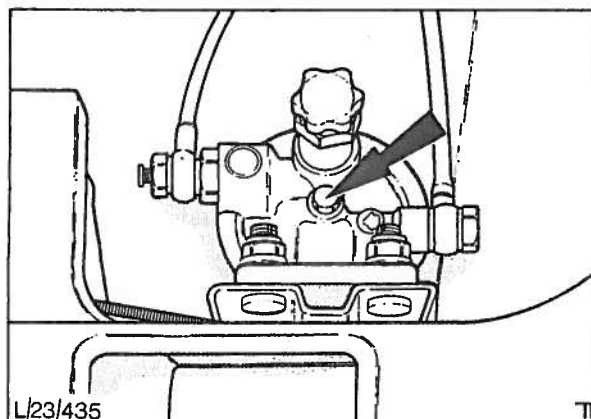

Fig. 56 Filterelementets festebolt.
4. Hold fast koppen, demonter den midtre festebolten (fig. 56) og ta vekk koppen og filterelementet.